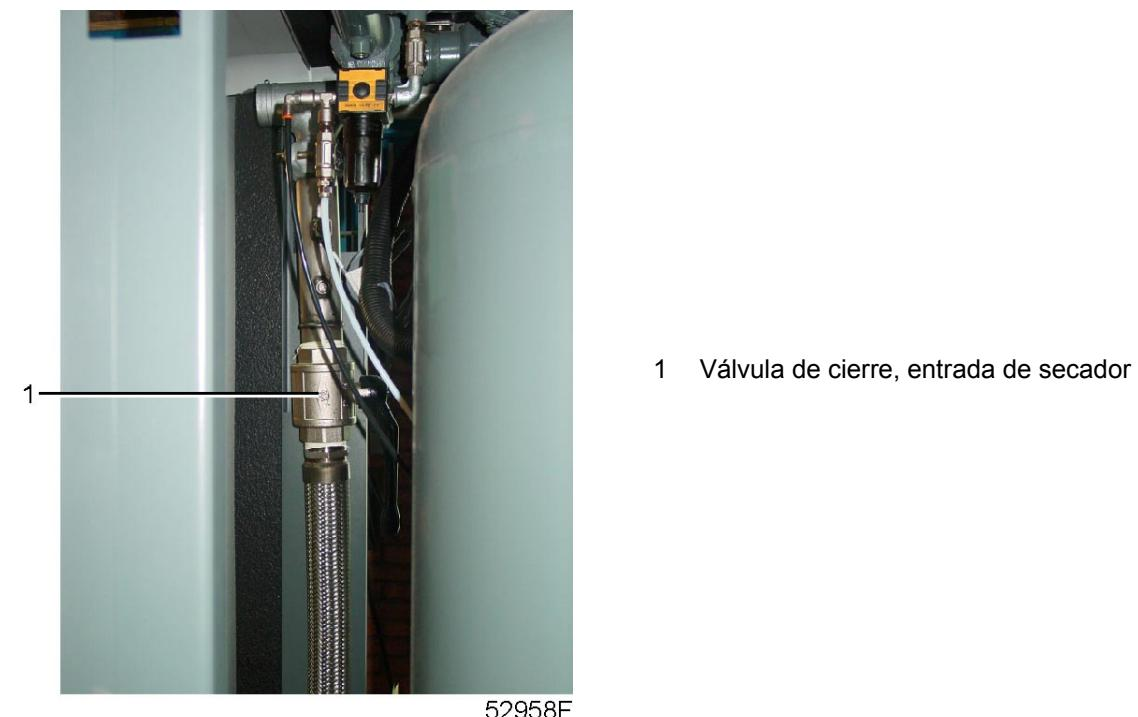

Fig. 3.4 Vista del secador ICD
- Cierre la válvula de entrada de secador (1-Fig. 3.4).
- Abra la válvula de entrada de secador lentamente (1-Fig. 3.4).
6. Cierre la válvula de entrada de secador (1-Fig. 3.4).
6. Abra la válvula de entrada de secador lentamente (1-Fig. 3.4).